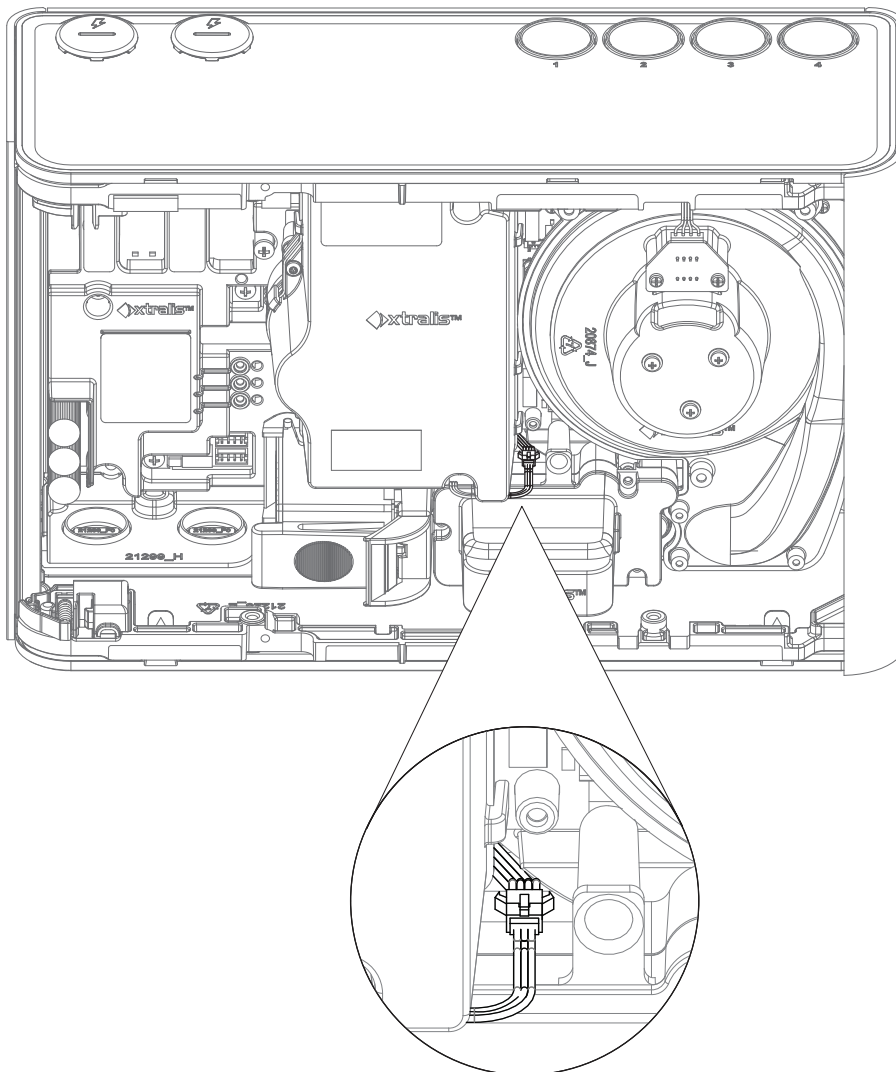

Figura 7-19: Desconecte el cable del módulo de muestreo
3. Desconecte el cable del módulo de muestreo (Figura 7-19).
2. Apriete los tres tornillos y vuelva a conectar el cable del módulo de muestreo (Figura 7-19).